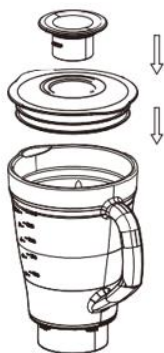

Fig 1
1. Helyezze a mérőpoharat a beöntőnyílásba (9), így megakadályozva, hogy a kehelyben (11) lévő tartalom kifröccsenjen. (Fig. 1)